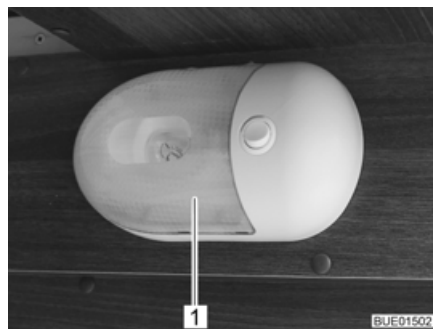

Bild 193 Aufbauleuchte
- Transparente Abdeckung (Bild 193,1) vorsichtig auf beiden Seiten zusammendrücken, leicht vom Schalter wegziehen und nach vorn abnehmen.